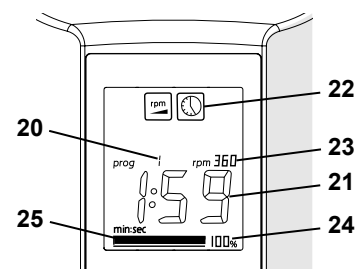
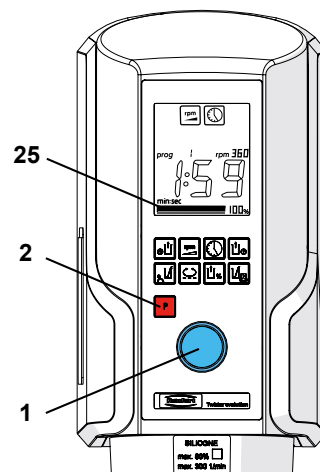

Рис. 7
Рис. 8
- ⇒ Нажать кнопку выбора программ „P“ (2).
- ⇒ Выбрать программу вращением поворотной кнопки (1).
- ◆ Показываются следующие данные выбранной программы (Рис. 7):
- ⇒ Подсоединить стакан (15) к прибору.
- ⇒ Отпускайте стакан только после того, как он держится самостоятельно, шкальная индикация вакуума показывает больше половины длины (25, рис. 8)!